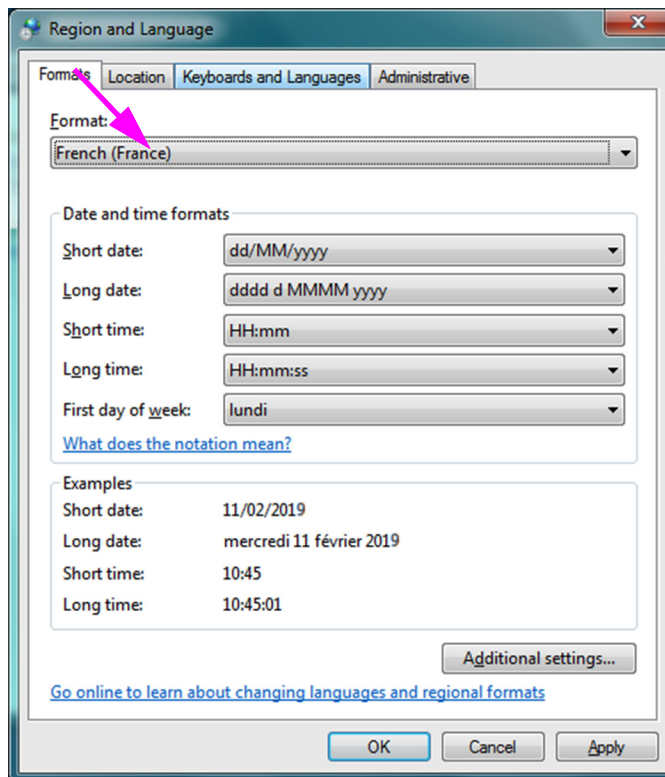

图 C-5. Region and Language（区域和语言）屏幕 — 显示新语言
- 选择新语言后，下拉列表关闭，新选择的语言出现在 Format（格式）下拉框中。在显示的示例中，选择了 **French**（法语）。Region and Language（区域和语言）屏幕现在 Format（格式）下拉框（请参见图 C-5）中显示 French（France）（法语（法国））。